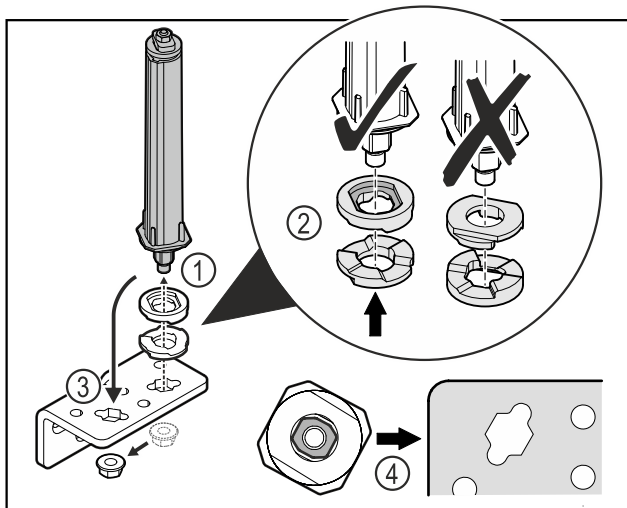

Fig. 31
- ▶ Λύστε το παξιμάδι και αφαιρέστε το σύστημα κλεισίματος πόρτας Fig. 31 (1).
- ▶ Βεβαιωθείτε για τη σωστή ευθυγράμμιση των ροδελών ρύθμισης ύψους Fig. 31 (2).
- ▶ Μεταφέρετε το σύστημα κλεισίματος πόρτας στη γωνία μεντεσέ και στερεώστε με το παξιμάδι Fig. 31 (3).
- ▶ Κατά την τοποθέτηση βεβαιωθείτε για τη σωστή ευθυγράμμιση του συστήματος κλεισίματος πόρτας Fig. 31 (4).